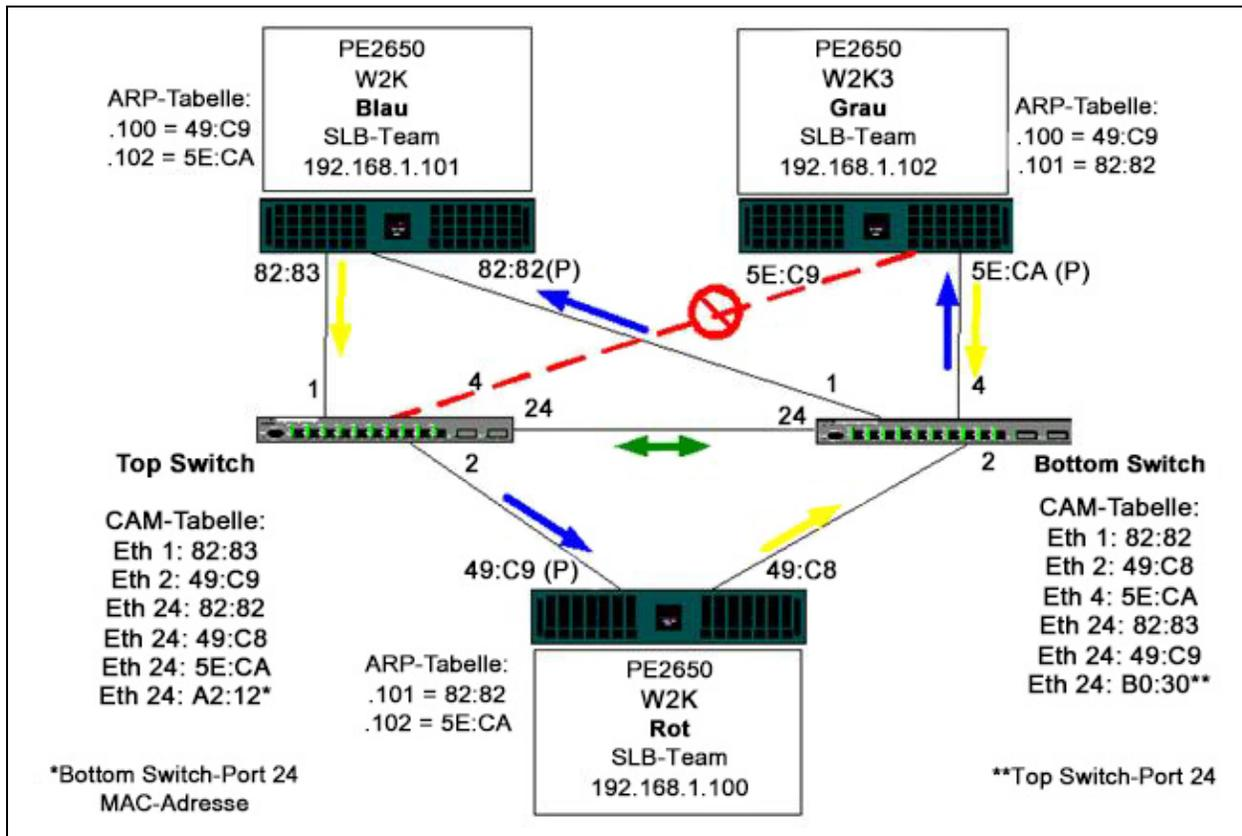

Abbildung 11-5. Failover-Ereignis
- Abbildung 11-5 zeigt ein Beispiel für ein Failover-Ereignis mit vorhandenem Verbindungskabel.
Abbildung 11-5 zeigt ein Failover-Ereignis, bei dem das Kabel an Port 4 des Top Switches herausgezogen wurde. Dieses Ereignis ist ein erfolgreiches Failover, und alle Stationen senden sich gegenseitig Pings, ohne dass es zu Verbindungsverlusten kommt.